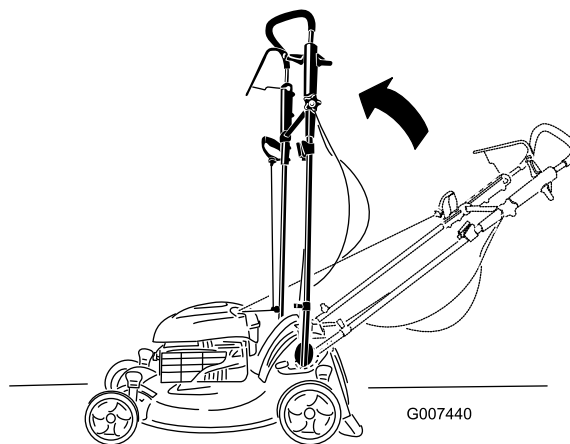

Figura 58
2. Mueva el manillar a la posición vertical (Figura 58).